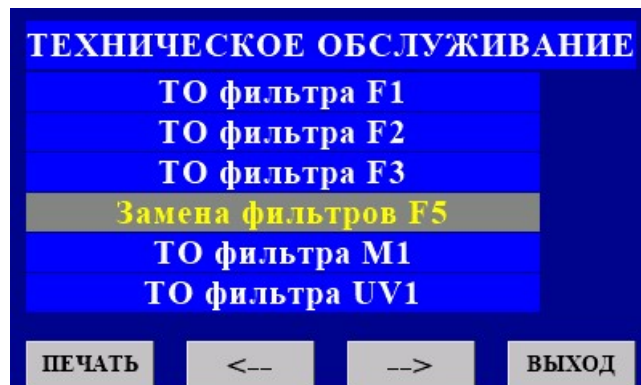

Рис.1
- 2) выбрать пункт «ТО фильтра F5» (рис.1);